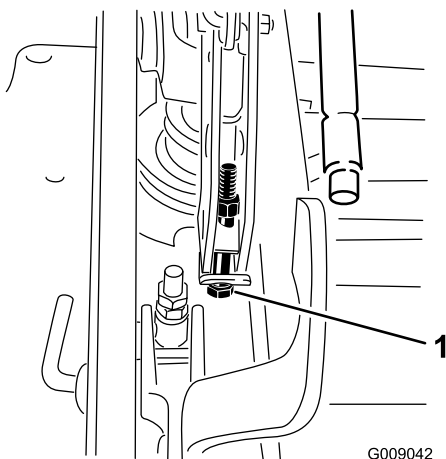

Figura 89
12. Se il piatto è troppo basso, serrate il bullone di regolazione da un punto unico ruotandolo in senso orario. Se il piatto è troppo alto, allentate il bullone di regolazione da un punto unico ruotandolo in senso antiorario (Figura 89).